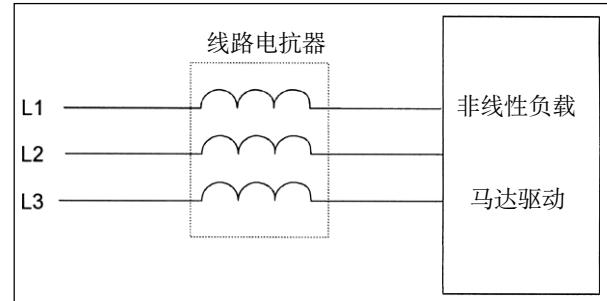

图3. 利用电抗器作为滤波器降低谐波。如果系统的谐波水平较高，在修正功率因数之前应该首先利用滤波或其它方法降低谐波。
4. 如果谐波水平比较显著，电气专业人员可能就要考虑使用补偿滤波器减少谐波电流。一种方法就是在非线性负载的线路中串联电抗器，从而降低谐波提高功率因数PF。参见图3。